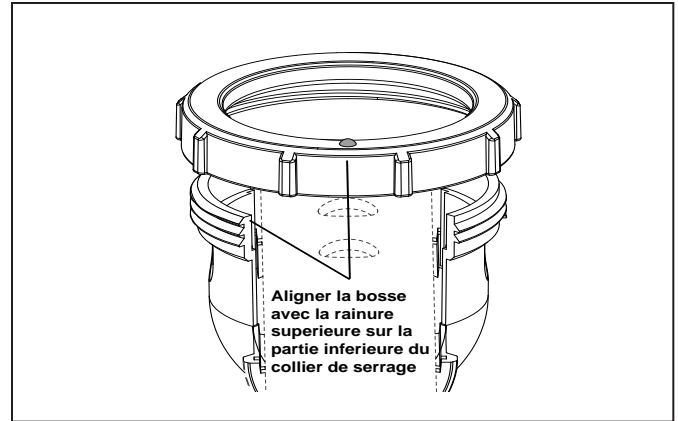

Figure 13. Alignement de l'anneau de serrage
13. Aligner correctement l'anneau de blocage, en s'assurant que la bosse soit alignée avec la rainure supérieure (voir Figure 13).